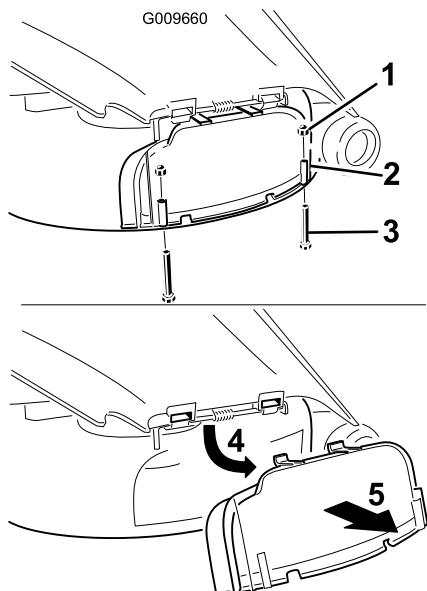

Figura 28
- Retire los 2 pernos y tuercas que fijan la tapa de descarga al cortacésped (Figura 28).